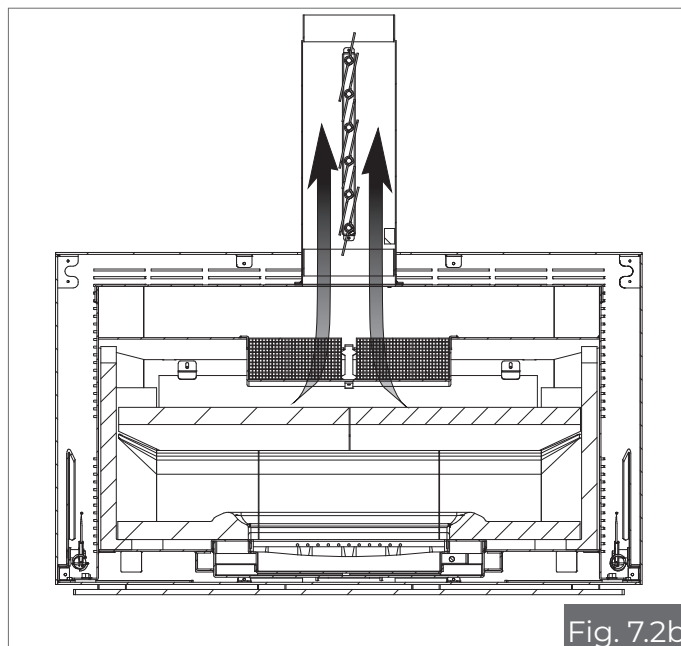

Fig. 7.2b
- Positionner les vannes en position d'ouverture complète (Fig. 7.2B) ;